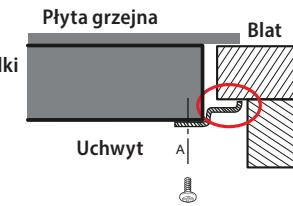

Rys. 6
- W przypadku, gdy nad płytą grzejną będzie się znajdowała tylko pojedyncza szafka bez okapu kuchennego, wtedy minimalna odległość szafki nad płytą grzejną powinna wynosić 760 mm (Rys. 6).
- W celu zapewnienia skutecznej cyrkulacji powietrza, urządzenie należy umieścić zgodnie z wymiarami przedstawionymi na Rys. 6, a szafka musi być tak zbudowana, aby do jej dolnej części mogło płynąć powietrze. Pod płytą grzejną musi być odstęp co najmniej 50 mm, a za tylną ścianą szafki musi być odstęp co najmniej 20 mm (Rys. 6).